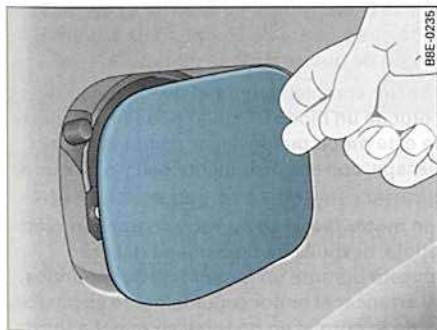

Fig. 207 Lado trasero derecho del vehículo: Apertura de la tapa del depósito
- Para abrir la tapa del depósito hay que hacer presión sobre la parte derecha de la misma ⇒ fig. 207.